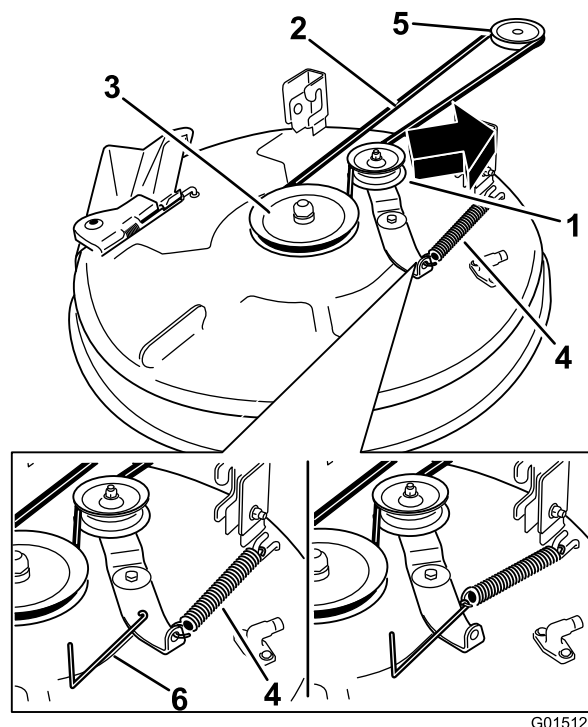

Figure 57
- À l'aide d'un outil de dépose de ressort (réf. Toro 92-5771), décrochez le ressort du crochet sur le plateau pour éliminer la tension sur la poulie de tension et déchaussez la courroie des poulies (Figure 57).
- Acheminez la courroie neuve autour des poulies du moteur et du plateau de coupe (Figure 57).
- À l'aide d'un outil de dépose de ressort (réf. Toro 92-5771), accrochez le ressort à l'ergot sur le plateau pour tendre la poulie de tension et la courroie de plateau de coupe (Figure 57).